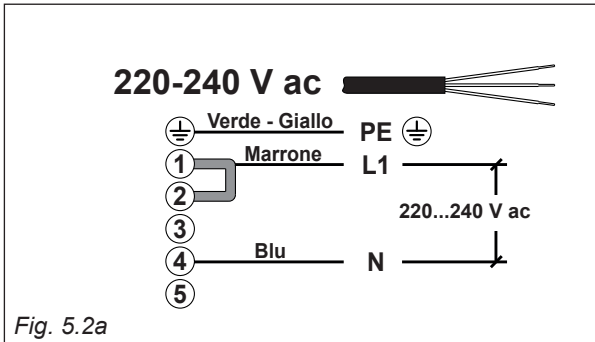

Fig. 5.2a
- Connettere i cavi di fase, neutro e di terra alla morsettiera "E" secondo lo schema di fig. 5.2a oppure 5.2b.